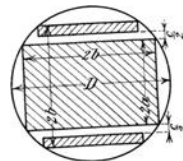

Fig. 137.
285. Bestimme den Eisenquerschnitt und Füllfaktor für $D = 10$ [12] (14) cm, wenn der Querschnitt zwei Spalte von je 0,5 cm Weite erhält (Fig. 137).